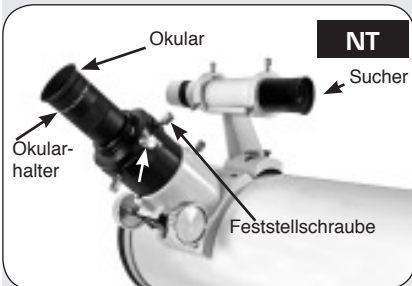
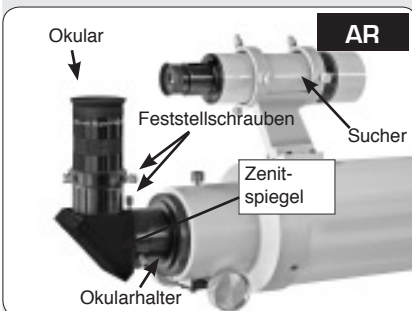

Abb. 10a: Setzen Sie das Okular ein und ziehen Sie die Schrauben fest.
Abb. 10b: Setzen Sie das Okular in das Zenitspiegel ein und ziehen Sie die Schrauben fest.
10. Einsetzen des Okulars: NT-Modelle (Abb. 10a): Entfernen Sie zuerst die Staubschutzkappe vom Okularhalter auf der Fokussiereinheit. Legen Sie die Staubschutzkappe an einen sicheren Platz und setzen Sie sie wieder ein, wenn Sie mit dem Beobachten fertig sind, damit kein Schmutz in das Teleskop eindringt. Öffnen Sie die Okularklemmschrauben (1, Abb. 1a) und setzen Sie das mitgelieferte Okular (3, Abb. 1a) in die Okularhalterung ein. Ziehen Sie anschließend die Schrauben handfest an, damit das Okular nicht herausrutscht. AR-Modelle (Abb. 10b): Entfernen Sie zuerst die Staubschutzkappe von der Okularhalterung auf der Fokussiereinheit. Legen Sie die Staubschutzkappe an einen sicheren Platz und setzen Sie sie wieder ein, wenn Sie mit dem Beobachten fertig sind, damit kein Schmutz in das Teleskop eindringt. Öffnen Sie die Okularrändelschrauben (A Abb. 10b) und setzen Sie das mitgelieferte Okular (B Abb. 10b) in die Okularhalterung ein. Ziehen Sie anschließend die Schrauben wieder gut fest, damit das Okular fest sitzt.